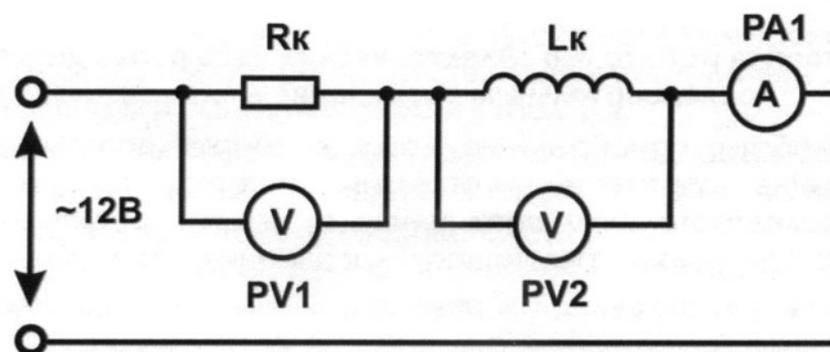

Рис. 3.1 Определение параметров элементов цепей переменного тока.
3.3 Собрать электрическую цепь для определения полного сопротивления Z_к катушки L_к (рис. 3.1). Предъявить схему для проверки преподавателю.